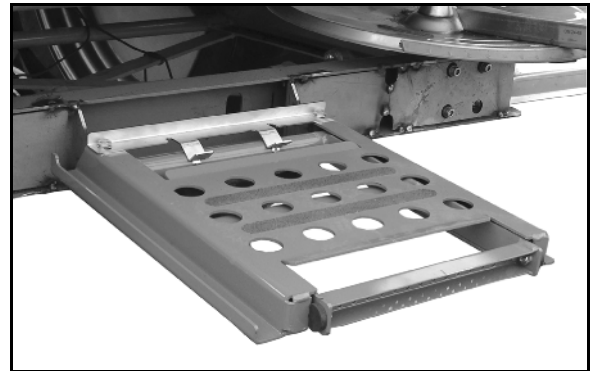

Рис. 41
- Если лестница больше не нужна, откиньте ее вверх и вместе с площадкой задвиньте вперед (Рис. 41).